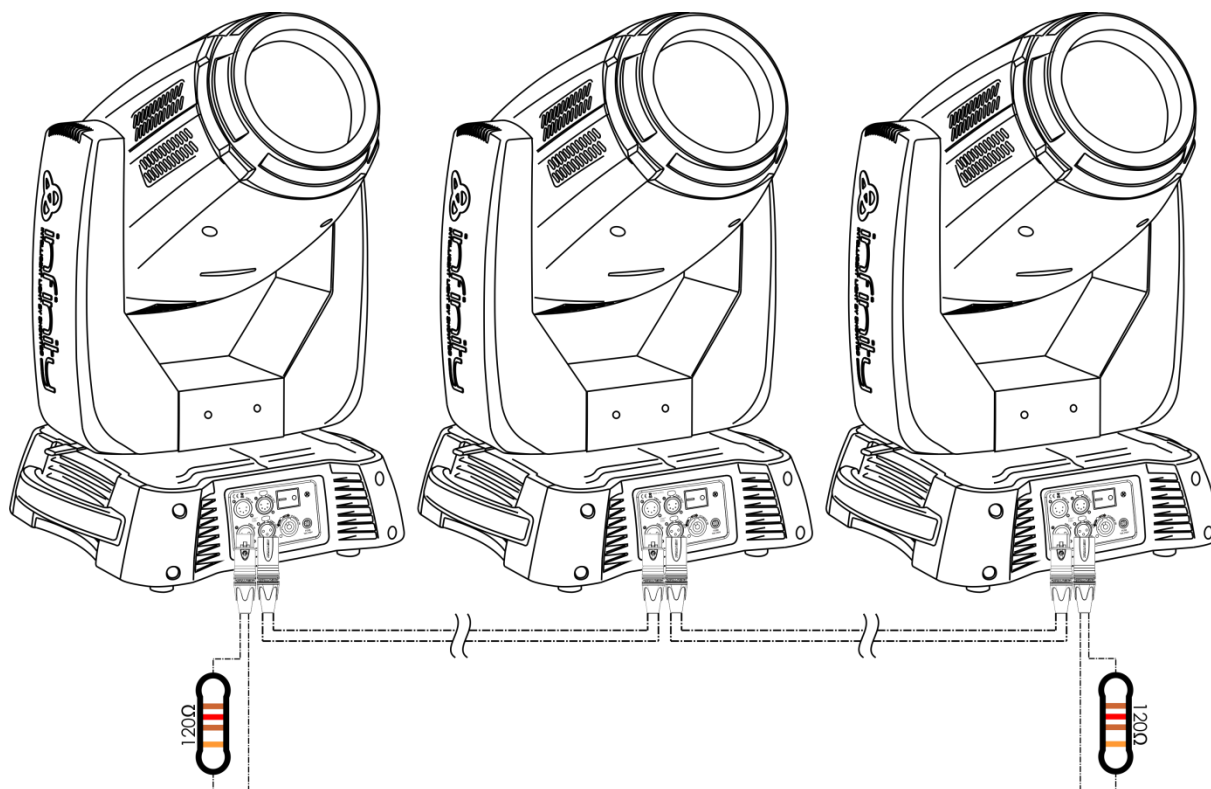

Abb. 06
- 03) Verbinden Sie die Geräte wie in Abb. 06 abgebildet. Schließen Sie den DMX-Ausgang des ersten Geräts mit einem DMX-Kabel an den Eingang des zweiten Geräts an. Wiederholen Sie diesen Vorgang, um das zweite, dritte und vierte Gerät ebenfalls zu verbinden.